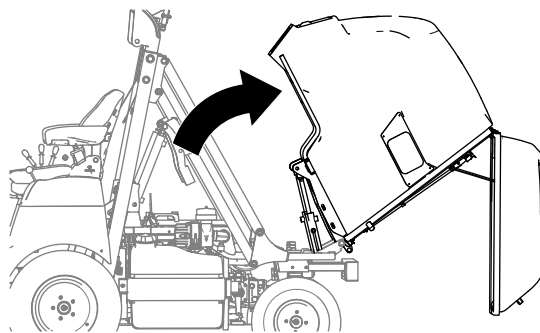

Рисунок 56
2. Поверните бункер вверх и назад (Рисунок 56) усилием руки.